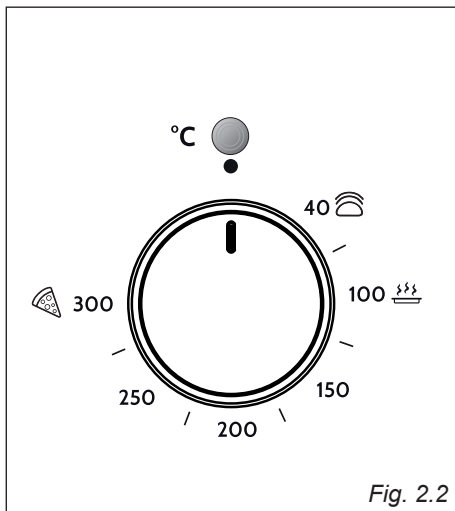

Fig. 2.2
- Svitare la vite "D" e aprire completamente il fermacavo "E" (fig. 2.2).
### MANOPOLA DEL TERMOSTATO (fig. 2.2)